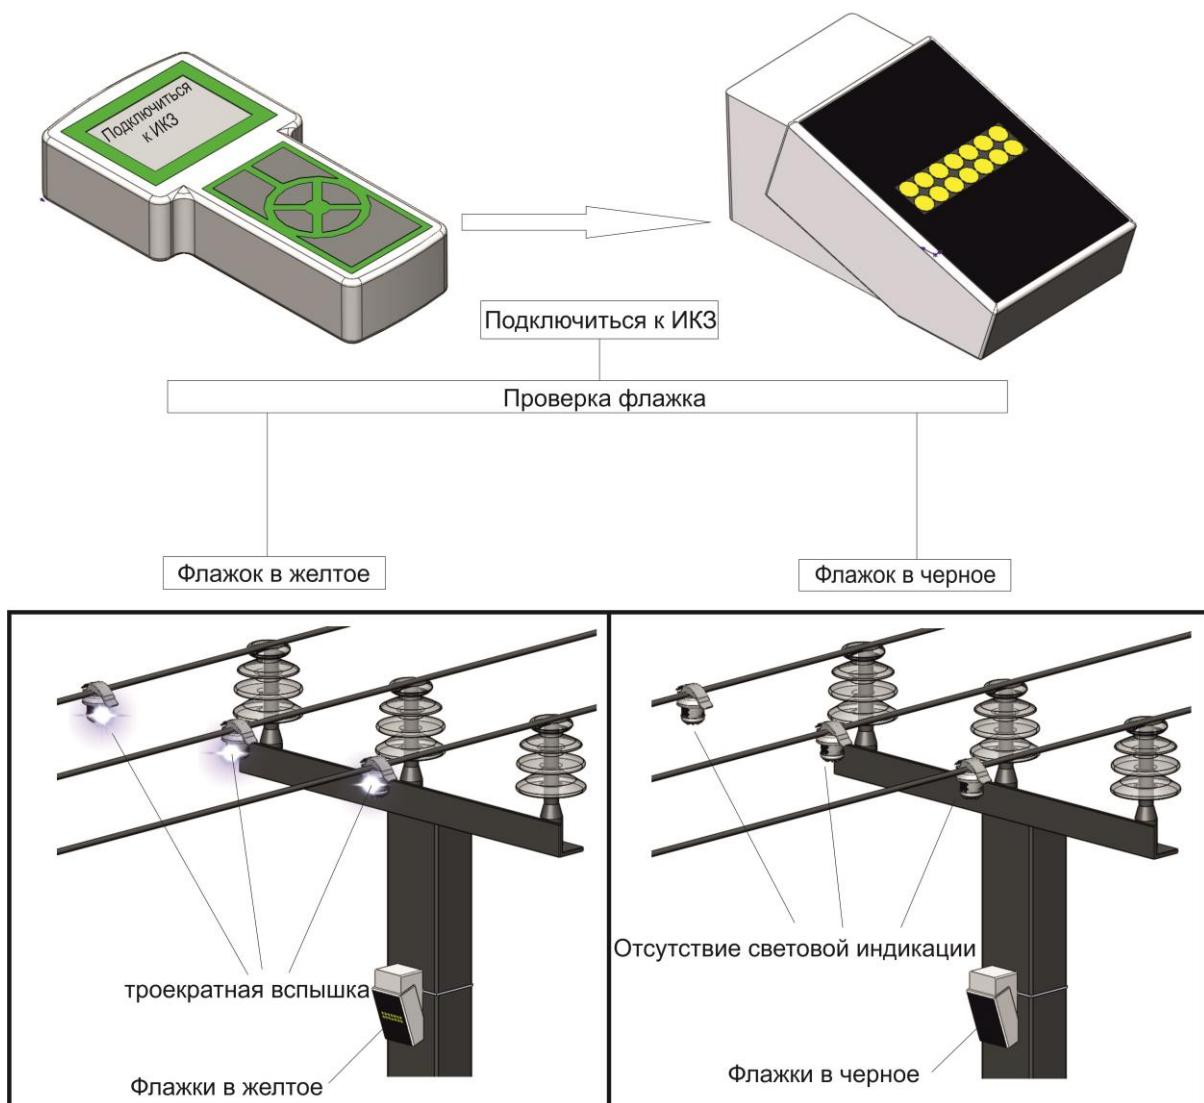

Рисунок 5 – Проверка работоспособности всего комплекта индикаторов ИКЗ-В33-МР3 после установки на опору.
2.4.4.2 При наличии пульта ППИ-2, рекомендуется с его помощью проверить функционирование всего комплекта индикаторов ИКЗ-В33-МР3 целиком после установки его устройств на линию. Для этого необходимо подключиться к блоку БСПИ-3МР при помощи пульта ППИ-2 и воспользоваться режимом «Проверка флагжка» — действия аналогичны действиям из п. 0 (см. Рисунок 5). Кроме того, после подачи напряжения на линию рекомендуется проконтролировать показания устройств комплекта с помощью пульта ППИ-2.